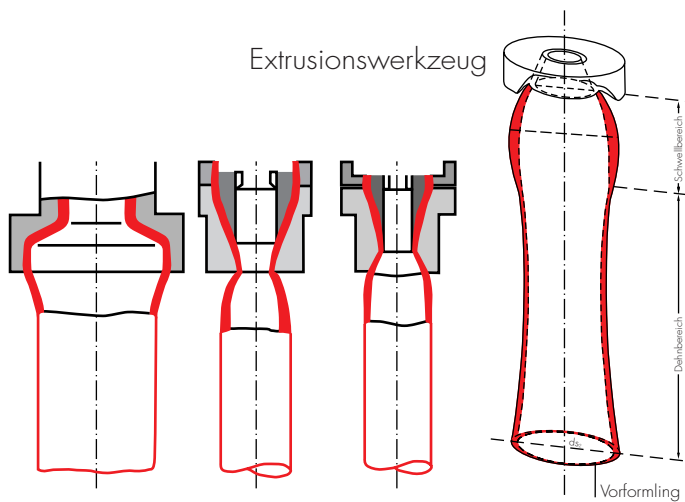

Abbildung 5: Schlauchschwellung in Abhängigkeit der Düsenkonstruktion und schematische Darstellung des Schwell- und Auslängverhaltens
- Je niedriger die Massetemperatur, desto grösser ist die Schwellung (Düsengeometrieabhängig siehe Abbildung 5).